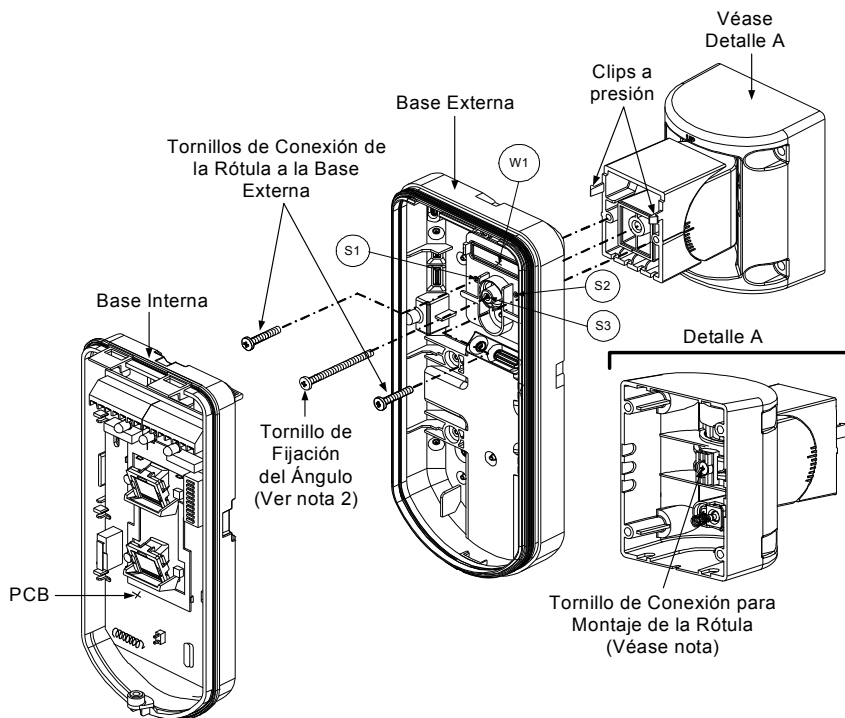

Figura 8
8. Fije la base externa a la rótula mediante los clips para tal fin (Figura 8).
9. Fije la base externa a la rótula con 2 tornillos sujetos a los agujeros pre-marcados S1 y S2 (Figura 8).
10. Inserte el tornillo de fijación del ángulo provisto desde la base externa a través del agujero pre-marcado del tornillo de fijación del ángulo S3 en la base externa a la rótula estándar (Figura 8).
Cuando las marcas en las dos partes móviles están alineadas (Figura 8), la Rótula Estándar está en la posición vertical / horizontal de 0°. Cada “clic” a partir de esta posición representa una alternación de 5° en la posición vertical / horizontal.